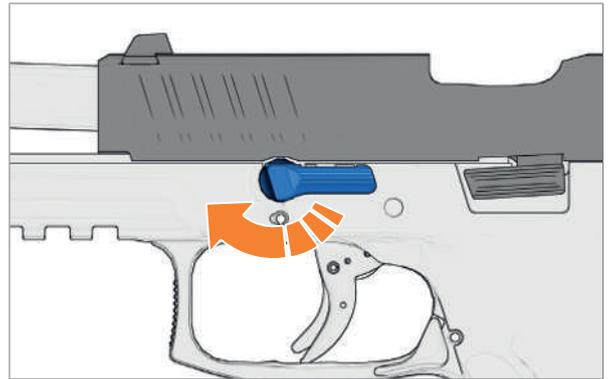

Abb. 60: Demontagehebel drehen
3. Demontagehebel bis zum Anschlag im Uhrzeigersinn drehen (Abb. 60).